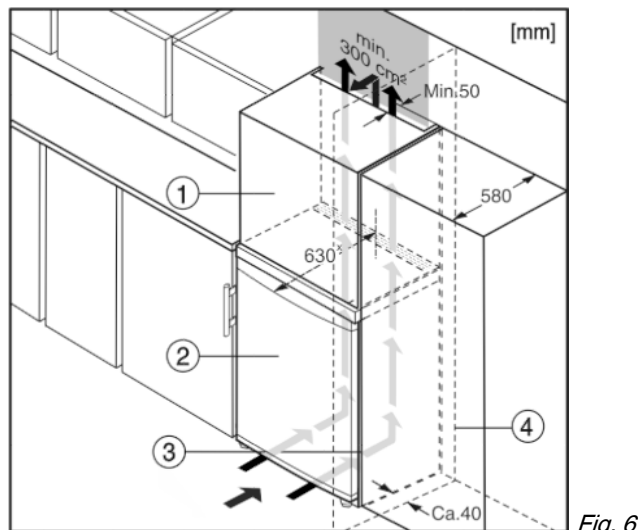

Fig. 6
Устройство может быть окружено кухонными шкафами. Чтобы уравнивать устройство Fig. 6 (2) по высоте с кухонной стенкой, можно установить над устройством дополнительный шкафчик Fig. 6 (1).\*
При комбинировании с кухонными шкафами (глубина макс. 580 мм) устройство можно установить непосредственно рядом с кухонным шкафом Fig. 6 (3). Устройство выступает сбоку на 34 мм\* и по центру на 50 мм\* относительно передней стенки кухонного шкафа.\*
Если устройство установлено на шарнирах у стены Fig. 6 (4), то расстояние между устройством и стеной должно быть не менее 40 мм. Настолько выступает ручка при открытой дверце.